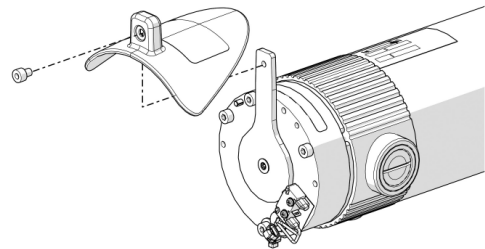

Bild 1. Bromsfrigöringskåpa sitter monterad med en skruv.
2. Montera bromsfrigöringskåpa med den medföljande skruven (M4x5), se bild 1.